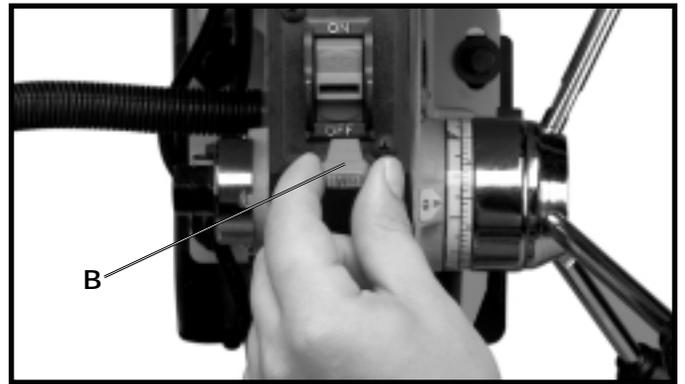

Fig. 19
**IMPORTANT** : Il est conseillé de verrouiller l'interrupteur de la machine à la position «OFF» (**ARRÊT**) lorsque celle-ci n'est pas utilisée pour empêcher l'emploi non autorisé de cette machine. Pour cela, il faut saisir le bouton de l'interrupteur (B) et le retirer de l'interrupteur comme l'illustre la figure 19. Une fois le bouton (B) enlevé, l'interrupteur ne fonctionne plus. Toutefois, si le bouton est enlevé lorsque la perceuse est en marche, la perceuse peut être tout de même mise à l'**ARRÊT**, mais elle ne pourra pas être remise en marche sans ce bouton (B).